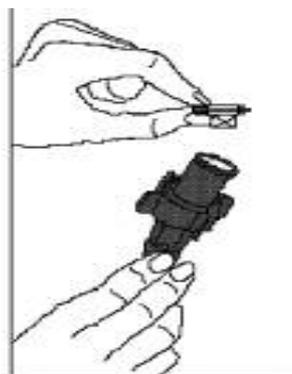

Fig.11
- . Limpar o filtro do tubo de chegada de água da torneira puxando-o manualmente (Fig.11).